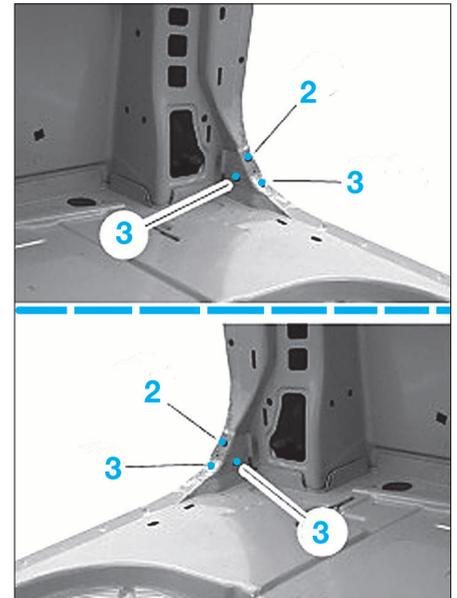

FIG. 100
- Fraiser les points de soudure (2) et (3) (Fig.100).
- Souder par résistance par points les points (2) (Fig.100).
- Souder par bouchonnage les points (3).